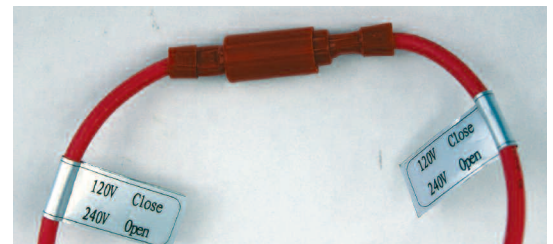

Imagen 2: voltaje
- 3) Configure el voltaje del motor de acuerdo con la aplicación utilizando los cables conectores ROJOS: consulte la imagen 2.